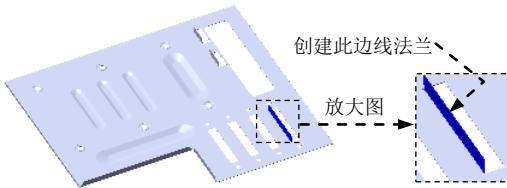
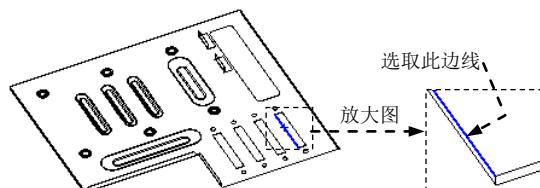

图 17.10.106 创建边线一法兰 7
图 17.10.107 定义特征的边线
Step32. 创建图 17.10.106 所示的边线一法兰 7。
(1) 选择命令。选择下拉菜单 **插入(I)** \rightarrow **钣金(B)** \rightarrow **边线法兰(E)...** 命令, 系统弹出“边线法兰”对话框。
(2) 定义特征的边线。选取图 17.10.107 所示的模型边线为生成的边线法兰的边线。
(3) 定义法兰参数。在 **角度(G)** 区域的 **文本框** 中输入角度值 90.0; 在“边线法兰”对话框 **法兰长度(L)** 区域的下拉列表中选择 **给定深度** 选项, 输入深度值 12.0, 在此区域中单击“内部虚拟交点”按钮 。在 **法兰位置(N)** 区域中, 单击“材料在外”按钮 .